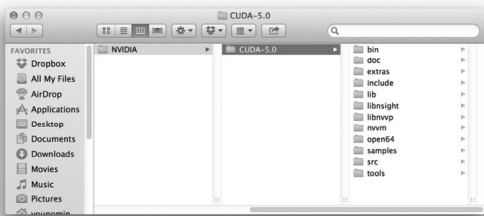

图 A.6 Mac OS X 默认安装目录
- 对于 Mac OS X，默认安装目录为 /Developer/NVIDIA/CUDA-5.0，如图 A.6 所示。